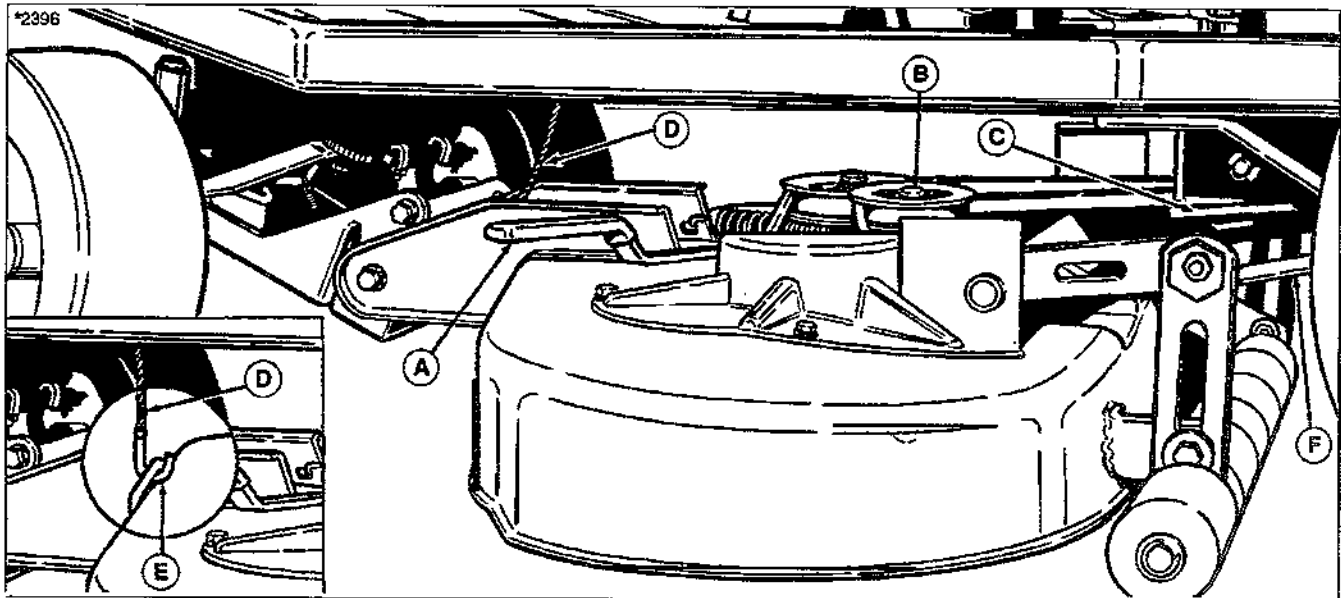
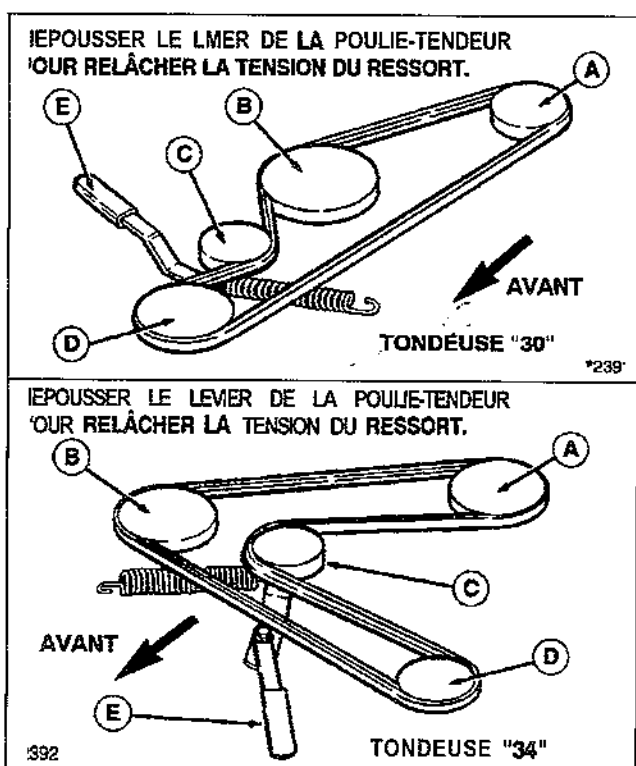

Figure 6. Oter le plateau de coupe
Figure 8. - Schéma de la poulie 30" et 34"
2. Sur la partie gauche du plateau de coupe de 34", pousser le levier de la poulie tendeur (A, figure 6) pour relâcher la tension de la courroie.
3. Quand la tension de la courroie est relâchée, enlever la courroie de la poulie tendeur et de la poulie de l'embrayage électrique (C). Le fait d'ôter la courroie relâche la tension à l'attelage avant.
4. Avec le levier abaissé, détacher le câble (D) du crochet. Si vous avez besoin de longueur de câble supplémentaire, placer la manette de réglage de hauteur de coupe dans la position la plus basse.
5. Détacher le bras de fixation de la tondeuse (B) du support (C), en poussant le levier (A) vers l'avant, tout en soulevant le bras. Poser ensuite le bras par terre.
NOTE : pour faciliter le montage et le démontage du plateau de coupe, les bras de soutien arrière (F, figure 6) peuvent être otés en les déclinçant.
7. Pour remonter le plateau de coupe, procéder en sens inverse. Vérifier l'installation de la courroie comme indiqué figure 8. Vérifier que la cable est bien placé dans le crochet (figure 6) et que les bras de soutien arrière (7, figure 6) sont mis en place.